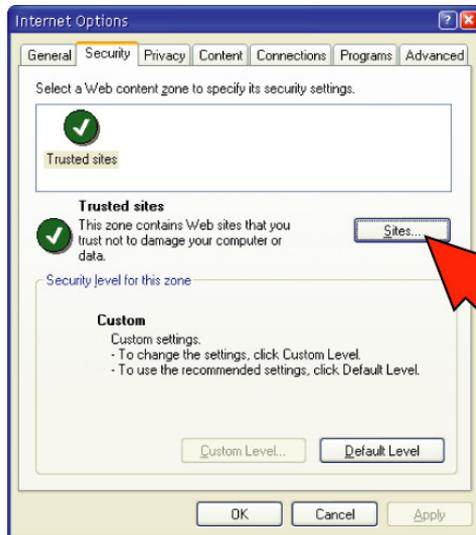

Figura 6.19 Guia Security (Segurança) para Sites Confiáveis
- Nas configurações de **Trusted sites** (Sites Confiáveis) clique em **Sites...** (ver seta na *Figura 6.19*).